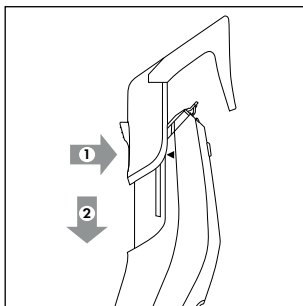

Fig. 2
- ◆ Para montar uno de los accesorios con peine **10/11**, presiónelo contra el aparato debajo del cabezal de corte **1**. Para ello, tenga en cuenta los carriles guía **3** laterales situados a izquierda y derecha. Deslice el accesorio con peine **10/11** a lo largo de los carriles guía **3** hacia abajo (consulte la fig. 2). Para ello, mantenga pulsado el botón de la parte trasera del accesorio con peine **10/11**.